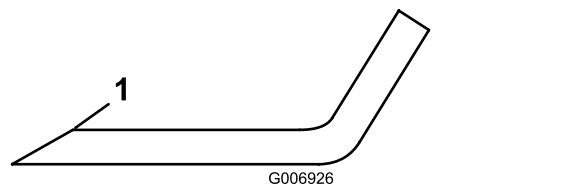

Figura 76
4. Inspeccione as extremidades de corte de todas as lâminas, afie as extremidades de corte se apresentarem sinais de desgaste ou ranhuras, afie apenas a zona superior da parte cortante e mantenha o ângulo de corte original para garantir um desempenho eficaz da lâmina (Figura 76).